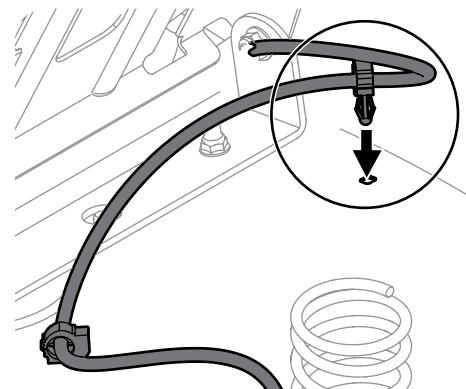

Figura 2-5
- Usando las trabas del arnés (si están incluidas) unidas al arnés, asegure el exceso de cable al guardabarros colocando la traba del arnés en su lugar como se muestra en la Figura 2-5.